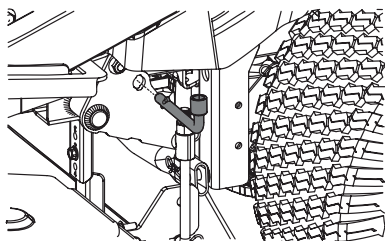

Figura 48
5. Utilice el pedal de elevación de la plataforma y la perilla de elevación de la plataforma para colocar la plataforma en su posición más baja y utilice la herramienta para usos múltiples para trabar los componentes de elevación de la plataforma en su lugar. Junto a la rueda trasera del lado izquierdo del tractor hay un par de orificios de alineación (uno sobre el bastidor y uno sobre el brazo de elevación de la plataforma) como se muestra en la Figura 48. Verifique que la herramienta está correctamente insertada en su totalidad, trabando el brazo de elevación de la plataforma en el bastidor.